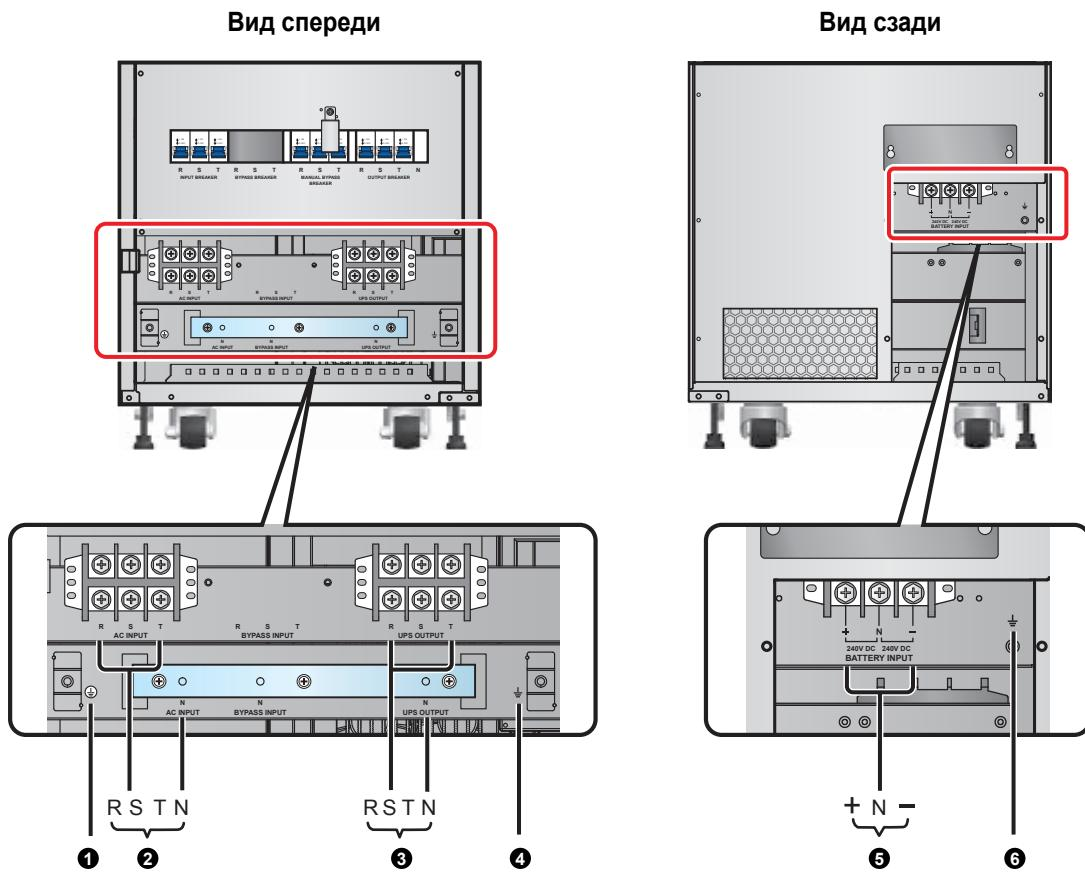

Рис. 6-6. Модель 60 кВА, блок зажимов
- 1** Откройте переднюю дверцу ИБП, снимите переднюю и заднюю панели, чтобы получить доступ к блокам зажимов, показанному на **Рис. 6-6~6-8**.
2 Убедитесь, что вы разобрались с подключениями к блоку зажимов, показанными на Рис. 6-6~6-8.